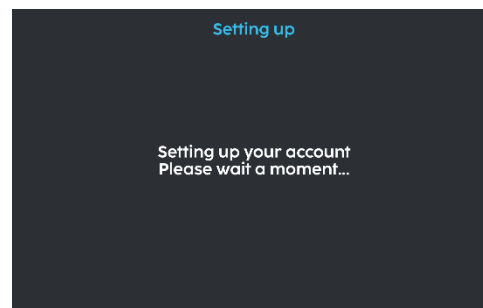

Fig. 7
7. Wacht tot uw account is ingesteld (fig. 7).